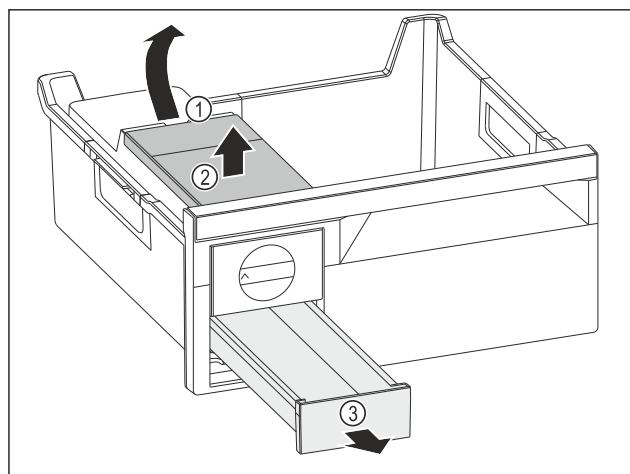

Fig. 135
- Scoaterea rezervorului de apă: Ridicați rezervorul de apă de la degajare Fig. 135 (1).
- Scoateți rezervorul de apă Fig. 135 (2) în sus.
- Scoateți sertarul pentru cuburi de gheață Fig. 135 (3) spre în față.